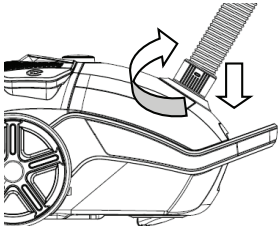

Fig. 1
Ponga en línea e inserte el cierre de bayoneta de la manguera de succión (16) en el receptáculo de succión (4) ubicado en la cubierta frontal y gire en sentido horario para fijar bien el cierre de bayoneta (Fig 1).